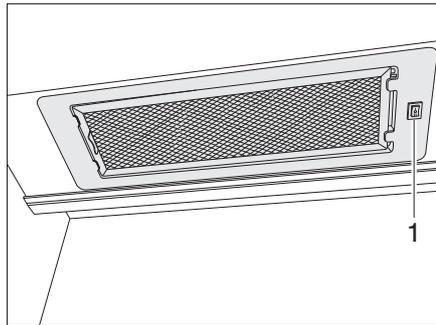

Bild 128 Dunstabzug
- Den Dunstabzug mit dem Schalter (Bild 128,1) ein- und ausschalten.